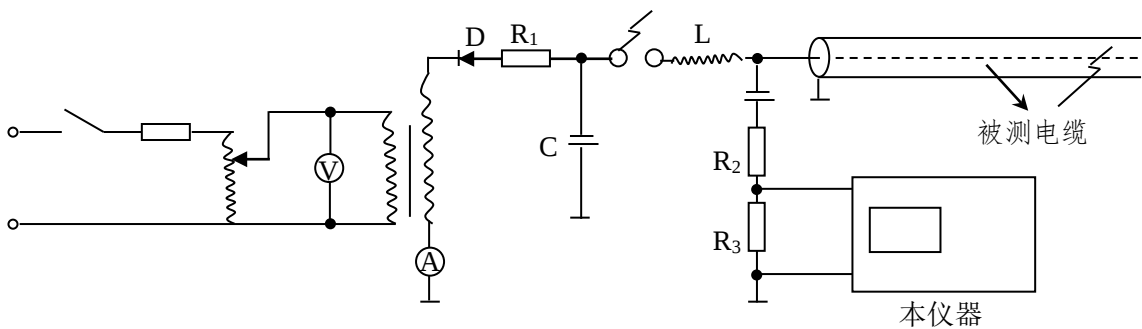

图 10 冲击高压法测试原理图
- 3)在使用直闪法或冲闪法测试时，要注意人身安全及设备安全。必须接好地线。地线连接按图 10 正确连接好。